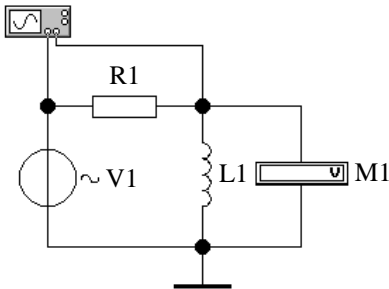
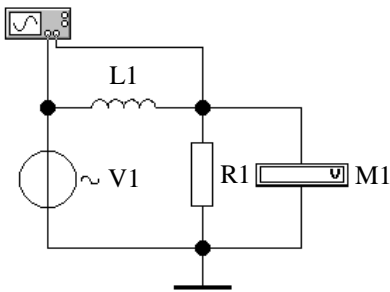

Рис. 3
Рис. 4
3.1. Соберите схему для исследования дифференцирующей RL -цепи (рис. 3). Независимый источник напряжения $V1$ и символ заземления находятся в группе «Sources» (второй ряд сверху на панели инструментов), вольтметр $M1$ – в группе «Indicators», сопротивление $R1$ и индуктивность $L1$ – в группе «Basic», осциллограф – в группе «Instruments».
3.2. Снимите амплитудно-частотную (АЧХ) и фазочастотную (ФЧХ) характеристики коэффициента передачи по напряжению дифференцирующей RL -цепи (рис. 3). Рекомендуемое напряжение источника $V1$ $U_1 = 1 \text{ В}$, при этом коэффициент передачи по напряжению $K_U = U_2/U_1$ численно будет равен напряжению на выходе цепи U_2 . Рекомендуемые значения частоты источника $V1$: 0,625; 1,25; 2,5; 5; 10; 20; 40; 80 и 160 кГц. Сдвиг фаз между выходным и входным напряжениями определите с помощью осциллографа по временному интервалу Δt между моментами пересечения напряжениями U_1 и U_2 нулевого уровня (снизу вверх).
3.6. Соберите схему для исследования интегрирующей RL -цепи (рис. 4), для чего в схеме рис. 3 поменяйте местами сопротивление и индуктивность.
3.7. Снимите АЧХ и ФЧХ коэффициента передачи по напряжению интегрирующей RL -цепи (рис. 4). Рекомендуемое напряжение источника $V1$ $U_1 = 1$ В. Рекомендуемые значения частоты источника $V1$: 0,625; 1,25; 2,5; 5; 10; 20; 40; 80 и 160 кГц. Результаты измерения напряжения U_2 и временного интервала Δt сведите в таблицу. В эту же таблицу включите результаты пересчета временного интервала в сдвиг фаз (в градусах).